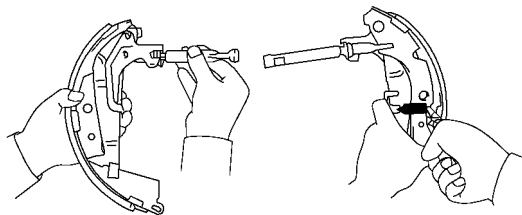

图 15-110 将调整器装到前制动蹄上
(6) 将调整器装到前制动蹄上。将回位弹簧装到调整器上，然后在其上再装上调整杆和调整杆弹簧，如图 15-110 所示。
(7) 安装前制动蹄。